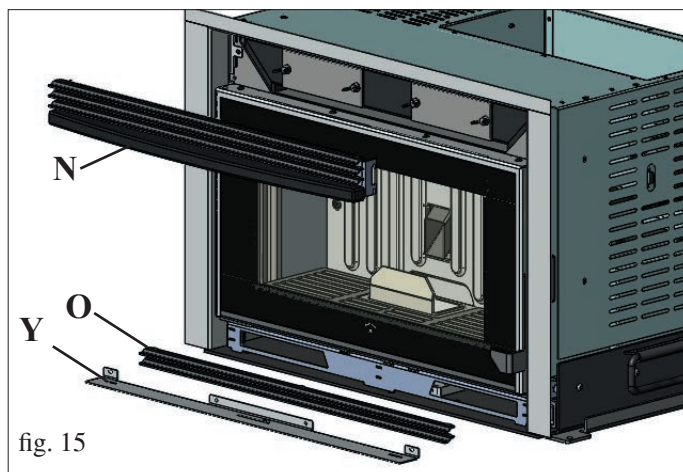

fig. 15
- Rimuovere la griglia superiore (N - fig. 15), montata ad incastro, la griglia inferiore (O - fig. 15) e il profilo metallico piatto (Y - fig. 15) tramite viti.